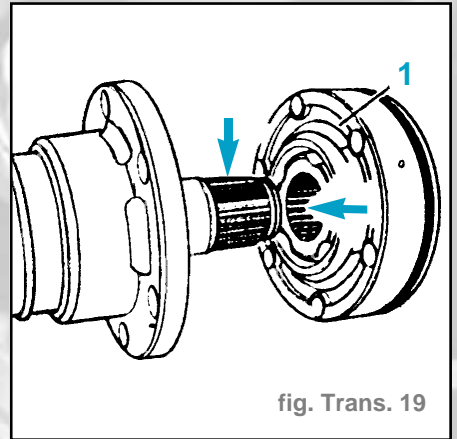

fig. Trans. 19
- L'épaulement (1) destiné à recevoir la bague d'étanchéité doit être dirigé vers le soufflet (fig. Trans. 19).